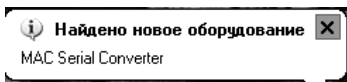

Рис.5
- операционная система, произведет обнаружение нового оборудования (Рис.5);